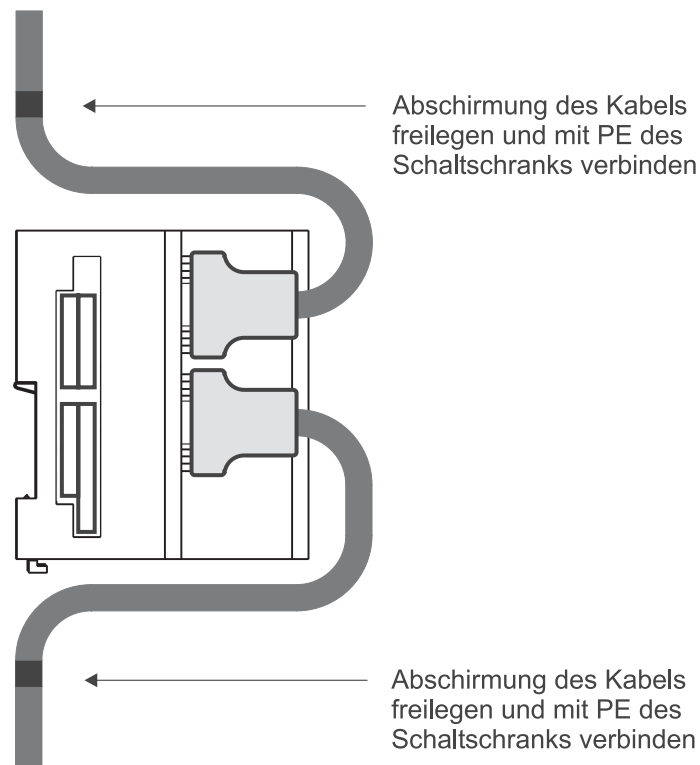

Abbildung 16: Kabelführung
- ▶ Verlegen Sie die Anschlussleitungen nach den Vorgaben in ▶Abbildung 16◀. Die Abschirmung des Kabels muss zuerst freigelegt werden. Die Länge der freigelegten Abschirmung soll der Breite der Befestigungsschelle entsprechen. Das Kabel wird mit der Schelle so befestigt, dass eine Verbindung zwischen Abschirmung des Kabels und PE des Schaltschranks besteht.